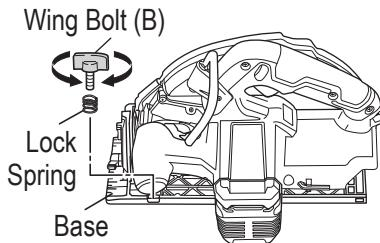
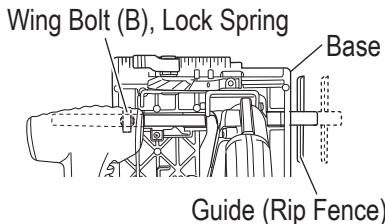

Fig. 24
Fig. 25
11. Attaching the guide (Fig. 24, Fig. 25)